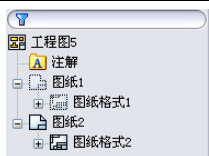
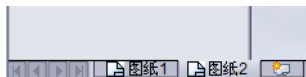

图 14-22 添加图纸后的特征管理器
图 14-23 添加图纸后的图纸标签
② 创建新图纸。新图纸添加完毕后，此时在特征管理器中，会添加一个新的图纸，如图 14-22 所示。在绘图区域的下面也会出现新添加的图纸标签，如图 14-23 所示。